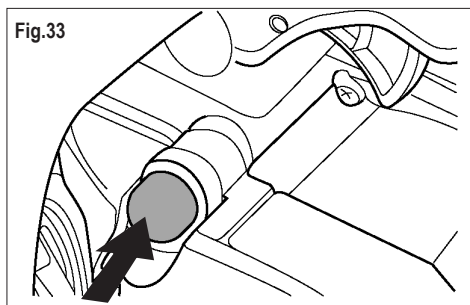

Fig.33
4) Appuyer à fond 4-5 fois sur le soufflet de la pompe d'amorçage du carburant (Fig. 33).